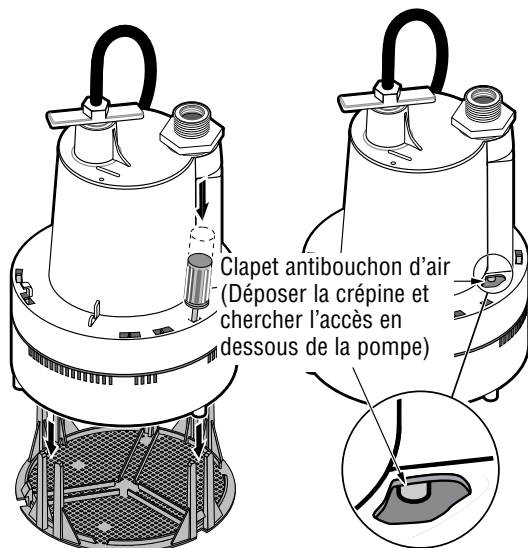

Figure 1 - Pour nettoyer la crépine et le clapet antibouchon d'air.
4. Pour nettoyer la crépine, utiliser un tournevis pour la dégraffer (se reporter à la Figure 1), retirer et rincer la crépine.
Un petit trou est pratiqué dans le corps de cette pompe. Se reporter à Figure 1. C'est ce qu'on appelle un clapet antibouchon d'air. Si on soupçonne qu'il y a un bouchon d'air, introduire une épingle ou du nettoyage de tuyau dans le trou antibouchon d'air pour enlever les débris.